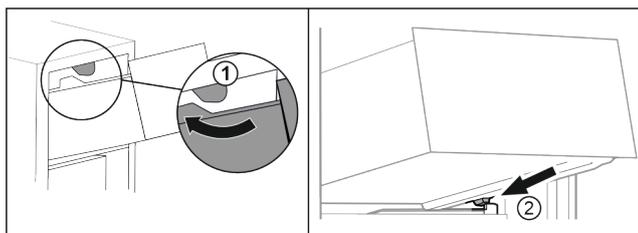

Fig. 65
- ▶ 将抽屉移动到上方止动器附近。 Fig. 65 (1)
- ▶ 将抽屉斜放在容器肋梁上的下方止动器后面。 Fig. 65 (2)